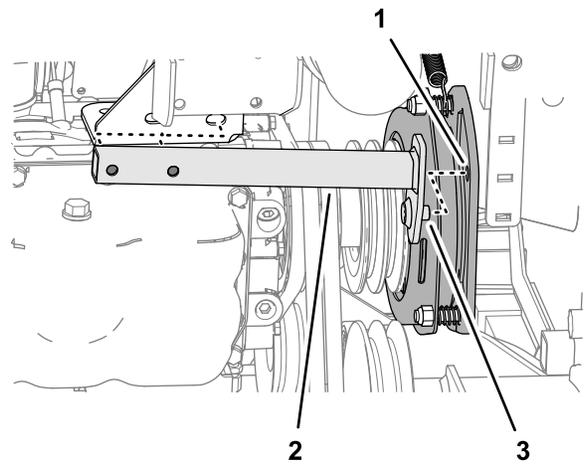

図 92
7. 回転防止チューブを後方に移動させて機体から外す 図 92。
2. 回転防止チューブのピンを、PTO クラッチプレートに合わせる 図 92 PTO ベルトの取り外し \(ページ 63\)を参照。